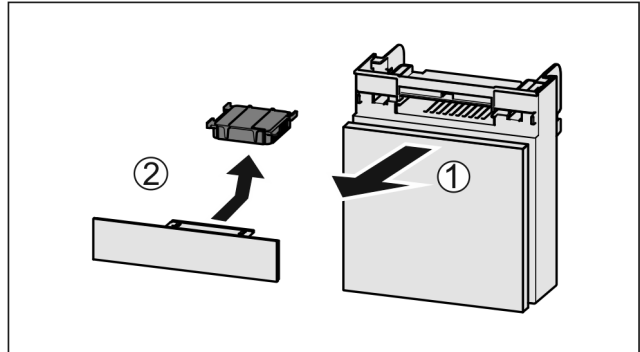

Fig. 63
- Lade vanaf de voorkant eruit trekken Fig. 63 (1).
- Actiefkoolfilter verwijderen Fig. 63 (2).